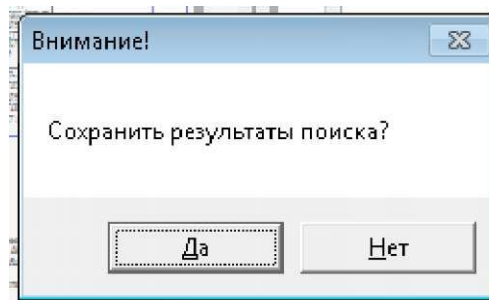

Рисунок 15 - Сохранение результатов
5.5.1 При закрытии основного окна, пользователю будет предложено сохранить результаты поиска (см. рисунок 15).